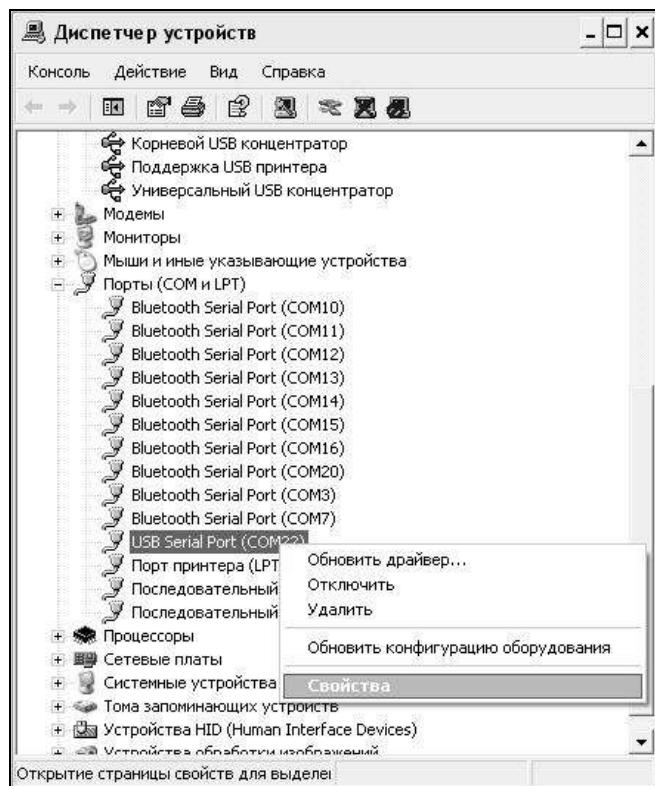

Рисунок 2.5 – Окно диспетчера устройств
– найти строку «USB Serial Port (COM№)», в скобках указан номер COM-порта, если номер в скобках «1» настройка завершена - ничего менять не нужно, если номер не «1» необходимо вызвать окно свойств «USB Serial Port (COM №)» (правой клавишей мыши щелкнуть по строке USB Serial Port (COM №) и выбрать пункт меню «Свойства») (рисунок 2.5), перейти на вкладку «Параметры Окна», нажать кнопку «Дополнительно» (рисунок 2.6), затем, в выпадающем списке «Номер COM-порта» выбрать «COM 1» (рисунок 2.7) и нажать кнопку «OK».